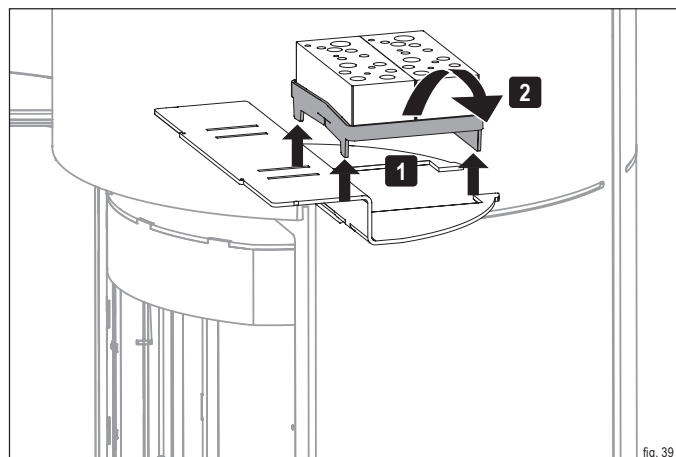

fig. 39
- ▶ Spingere in alto l'unità dei catalizzatori e ruotarla in modo tale che entri nell'apertura (fig. 39).